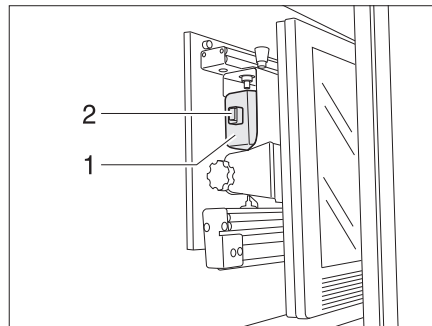

Fig. 8 Soporte en el armario de TV
- Girar el televisor a la posición inicial (Fig. 8) y, de ser esto necesario, hacerlo engatillar.
- Empujar el soporte para la pantalla plana completamente hacia atrás deteniéndolo en el tirador (Fig. 8,1). El pestillo (Fig. 8,2) se enclava.